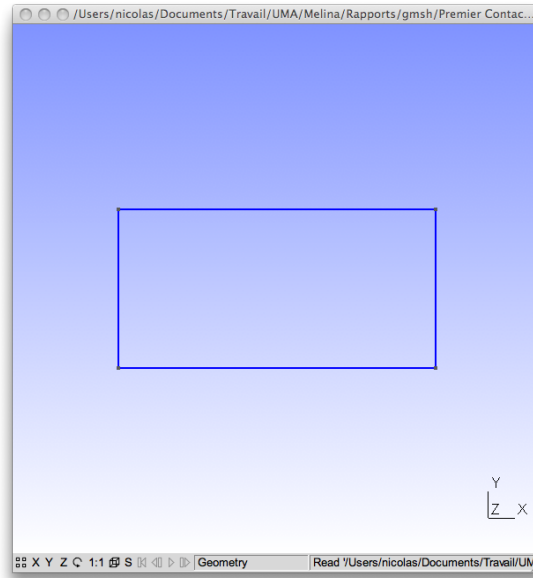

FIGURE 2 – Génération des quatre arêtes du bord rectangulaire.
8. Cliquer sur **q** pour quitter le mode insertion (Figure 2).